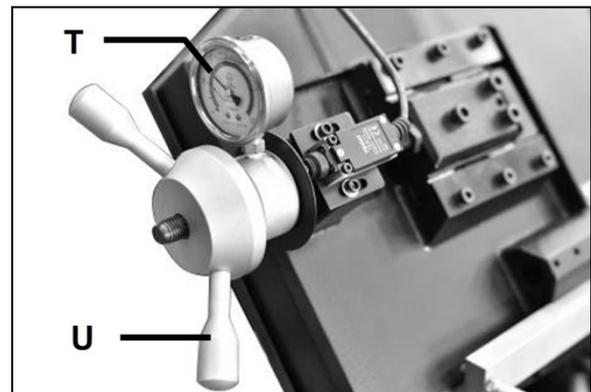

Abb. 8-5: Sägeband-Spannungsanzeige
Die Sägebandspannung wird an der Anzeige (T, Abb. 8-5) angezeigt. Den Spannhebel (U) im Uhrzeigersinn drehen, bis die korrekte Sägebandspannung erreicht ist (wird grün angezeigt).